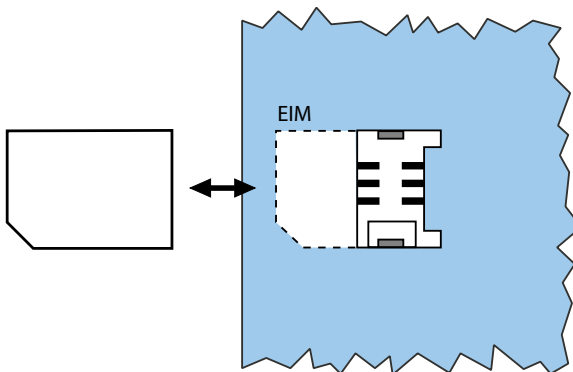

Fig. 80 EIM-Karte
4. Schieben Sie die neue EIM-Karte unter den Führungslaschen hindurch bis zum Anschlag in den Chipkartenhalter. Achten Sie darauf, dass sich die Kontakte der EIM-Karte unten befinden und die abgeschrägte Ecke der EIM-Karte gegen den Rand des Mainboards zeigt (siehe Fig. 80).